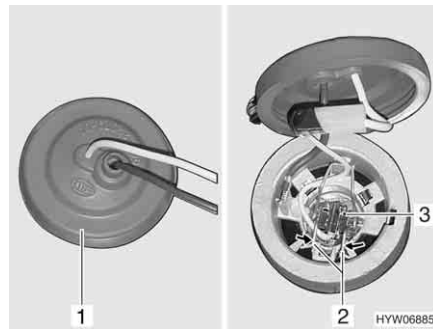

Bild 287 Nebelscheinwerfer
- Hinter den Nebelscheinwerfer greifen und Gummikappe (Bild 287,1) vom Lampengehäuse ziehen.
- Metallbügel (Bild 287,2) zusammendrücken und aus der Halterung schwenken.
- Glühlampe (Bild 287,3) mit Kabel aus dem Lampengehäuse entnehmen.